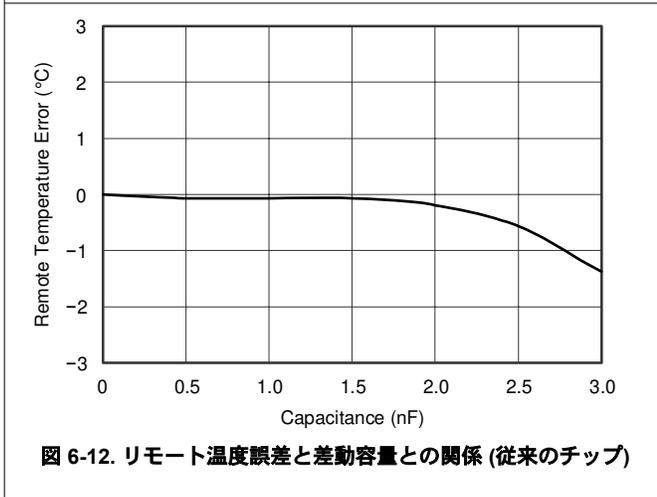
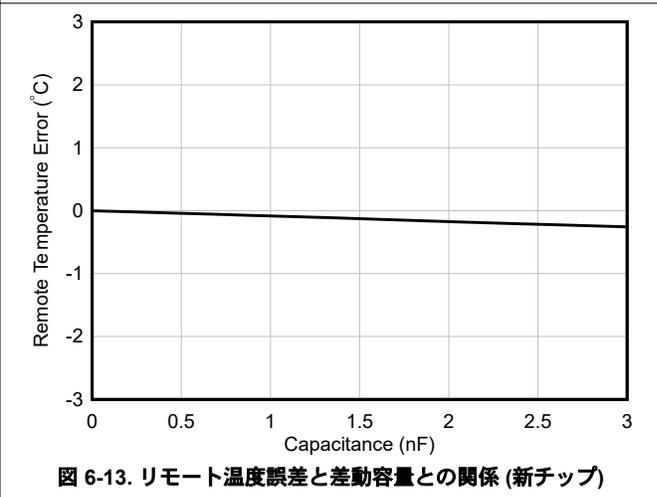
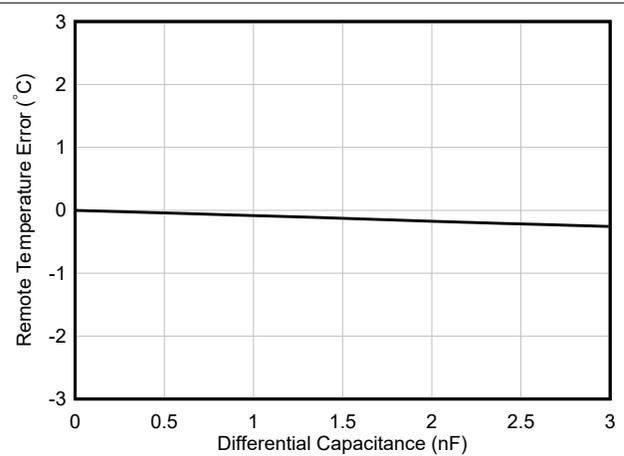

図 6-12. リモート温度誤差と差動容量との関係 (従来のチップ)
図 6-13. リモート温度誤差と差動容量との関係 (新チップ)
図 6-27. リモート温度誤差と差動容量との関係
- ほとんどのアプリケーションでは、 $C_{\text{DIFF}}$  (オプション) は  $<1000\text{pF}$  でなければなりません。 $C_{\text{DIFF}}$  の選択は、アプリケーションによって異なります。フィルタリングセクションと図 6-12 (新しいチップは図 6-13) と図 6-27 を参照してください。
TMP411/TMP411D は、温度誤差の変化を最小限に抑えながら、最大  $1000\text{pF}$  の差動入力容量を許容できます。容量が検出されたリモート温度誤差に与える影響を、図 6-12 (新しいチップは図 6-13) および図 6-27 に示します。